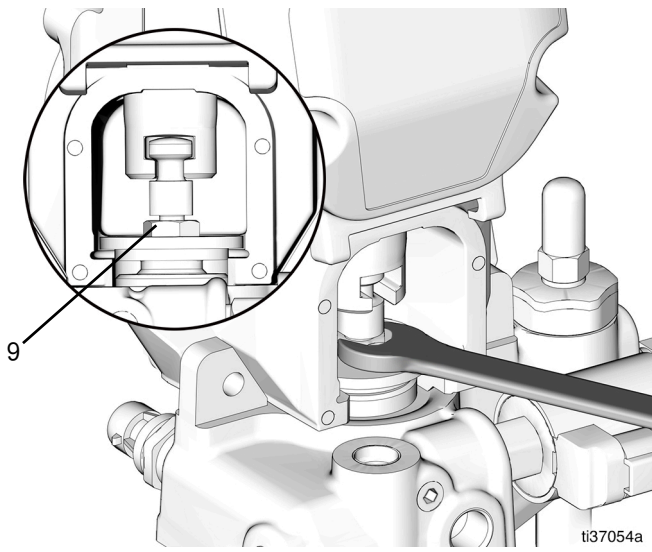

图 33
11. 卸下保护盖 (8)。
12. 用 5/8 英寸的开口扳手松开固定螺母 (9) (图 33)。